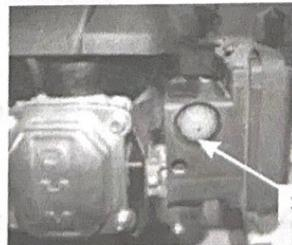

Рис. 19
- Надавите на кнопку подкачки топлива (X) (если она имеется) с усилием 3 раза (рис.19).